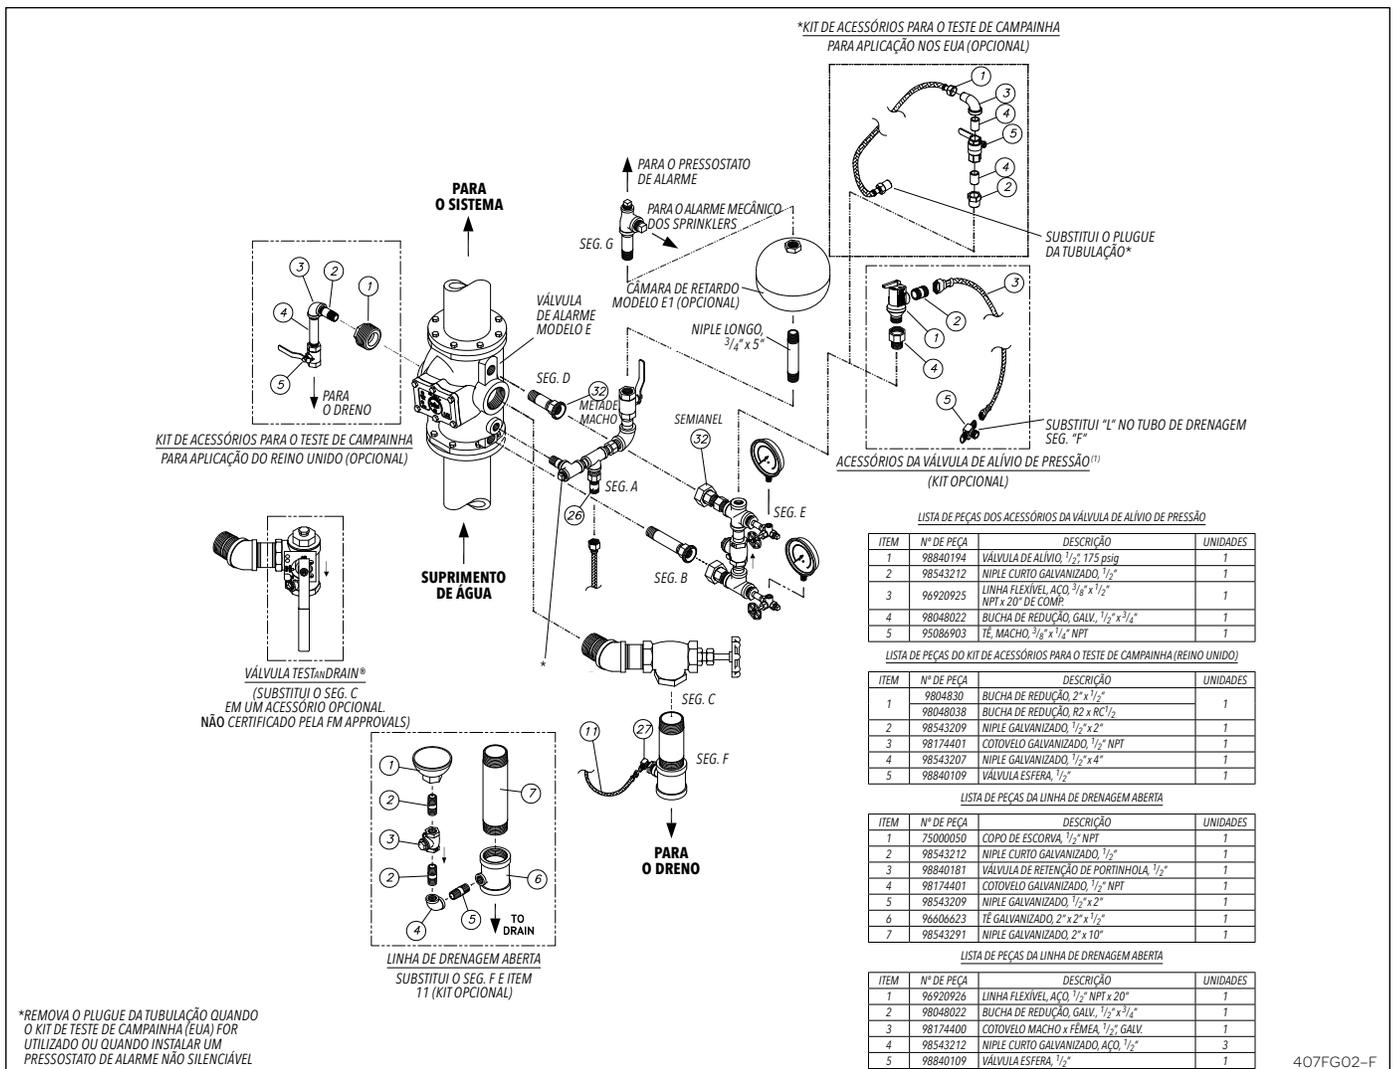

Fig. 2 – Acessórios de dreno aberto a pressão variável, válvula de alarme, entrada e saída flangeadas, Modelo E, 8"
• **Instalação vertical para pressão constante (Figs. 2, 3 e 7)**